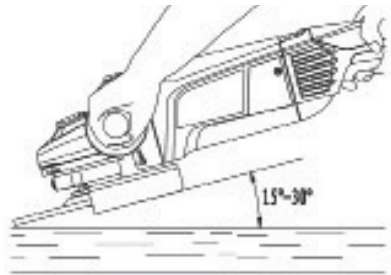

FIGURA 7
11.1. Use a parte correta do disco, caso contrário, será facilmente danificado. (FIGURA 7)